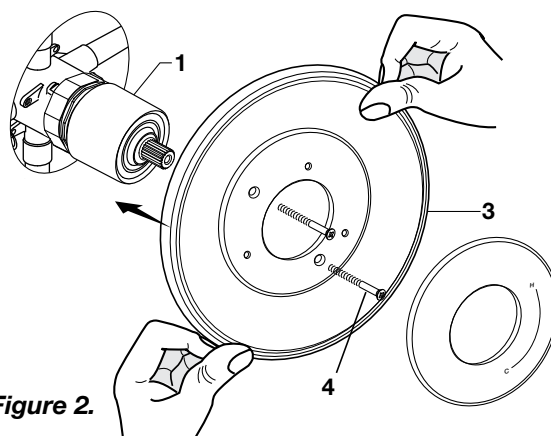

Figure 2.
☒ **Figure 2.** Enfoncez l'ÉCUSSON (3) sur le CAPUCHON (1) et fixez-le sur le corps de valve avec des VIS LONGUES (4).